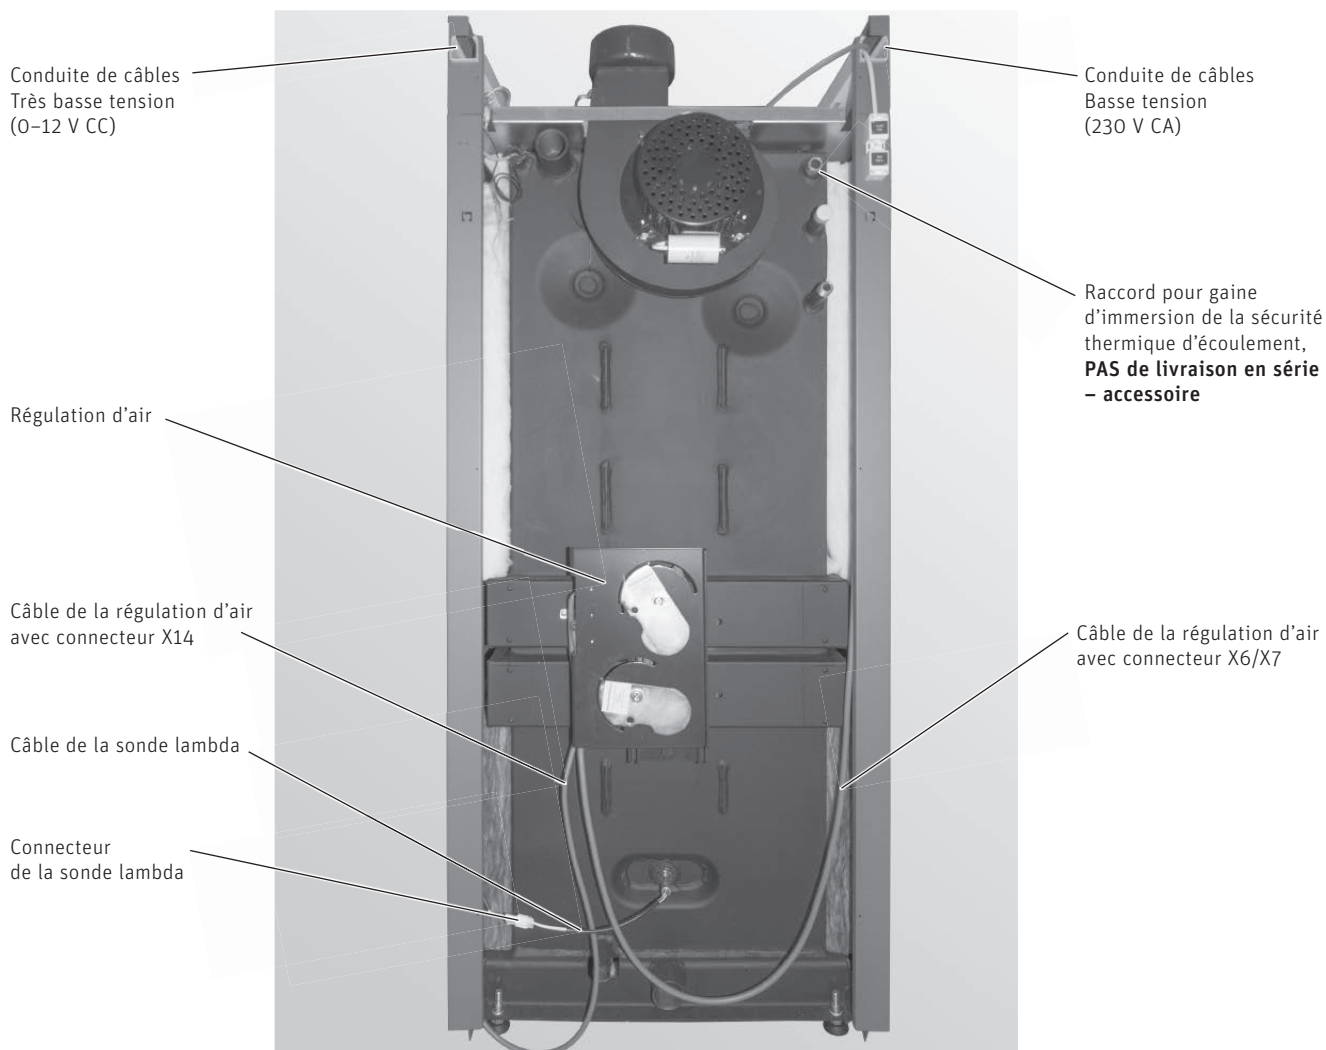
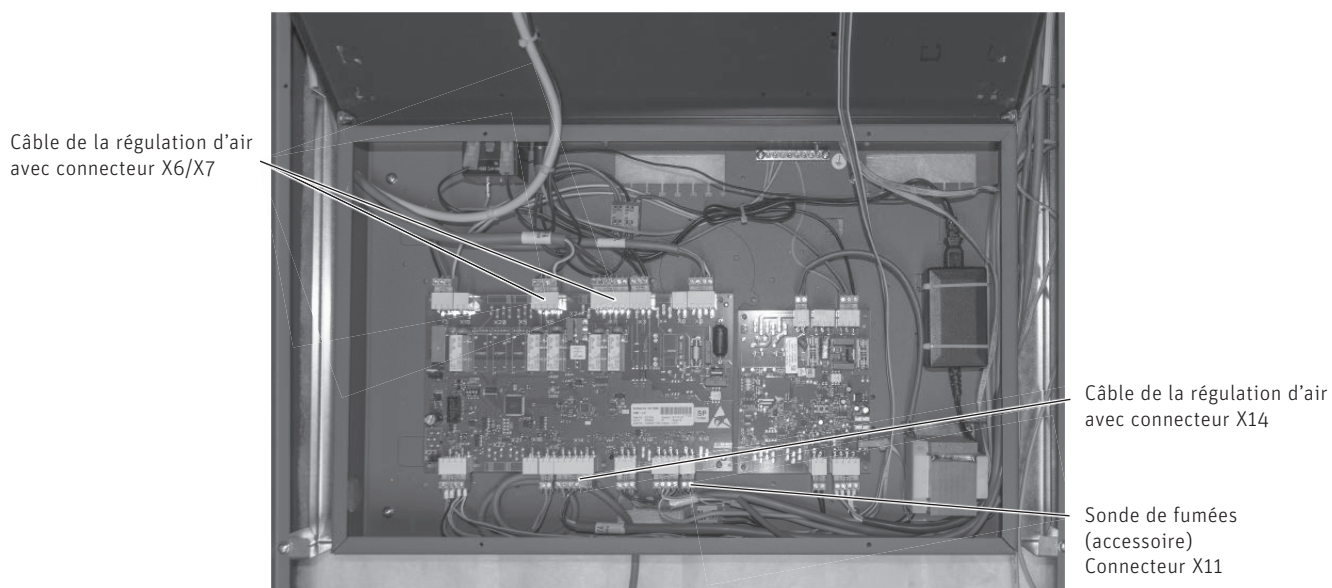

Fig. 56 LogWIN sans parois arrière – vue de derrière
Fig. 57 Tableau de distribution LogWIN – vue du dessus
- ▶ Comme indiqué sur la Fig.56, poser les deux câbles de la régulation d'air vers le haut dans les parois latérales, puis dans le tableau de distribution via le passage dans les conduites de câble et les brancher comme illustré sur la Fig. 57.
- ▶ Guider le câble de la sonde lambda depuis le tableau de distribution, via le passage dans la conduite de câbles, puis vers le bas dans la paroi latérale et le brancher à la sonde lambda – Fig. 56.